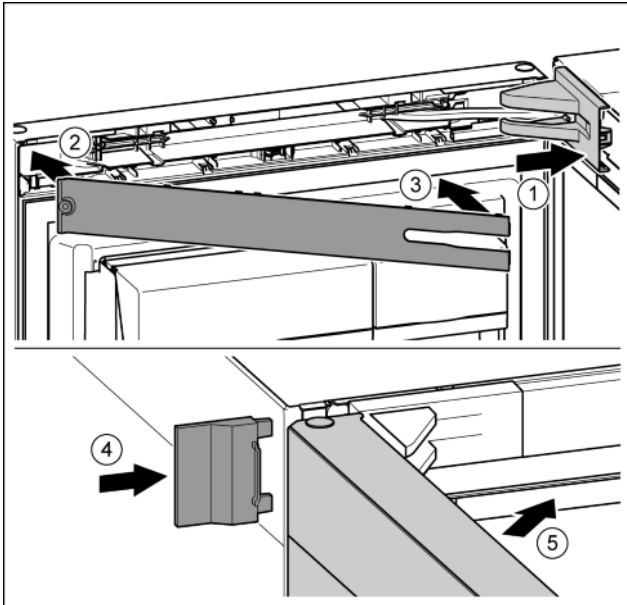

Fig. 39
- ▶ Lagerbockabdeckung aufsetzen und einrasten, ggf. vorsichtig auseinanderdrücken. Fig. 39 (1)
- ▶ Blende aufsetzen. Fig. 39 (2)
- ▶ Blende einschwenken und einrasten. Fig. 39 (3)
- ▶ Äußere Abdeckung aufschieben. Fig. 39 (4)
- ▶ Obere Tür schließen. Fig. 39 (5)